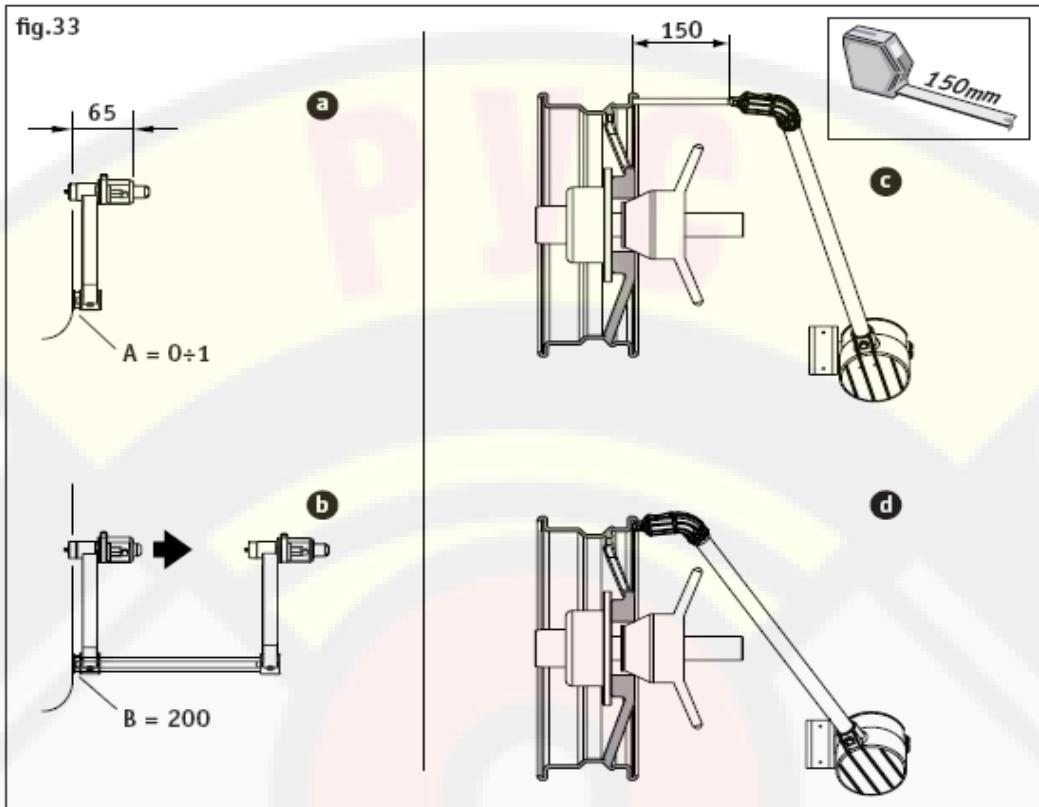

fig.34
- Настройку и измерение диаметра надо проводить с колесом (лучше всего 13" или 14"), установленным на вал стенда, сперва ввести значение диаметра в дюймах пользуясь клавиатурой, а потом приставить измеритель к колесу и нажать кнопку OK (рис. 34).
- 8 - Рукой медленно поверните колесо, чтобы калибровочный 100гр грузик, находящийся на наружной стороне диска, стоял бы точно в положении 6 часов; удерживая колесо в этом положении, нажмите кнопку п. 3 для подтверждения позиции (рис. 34а).